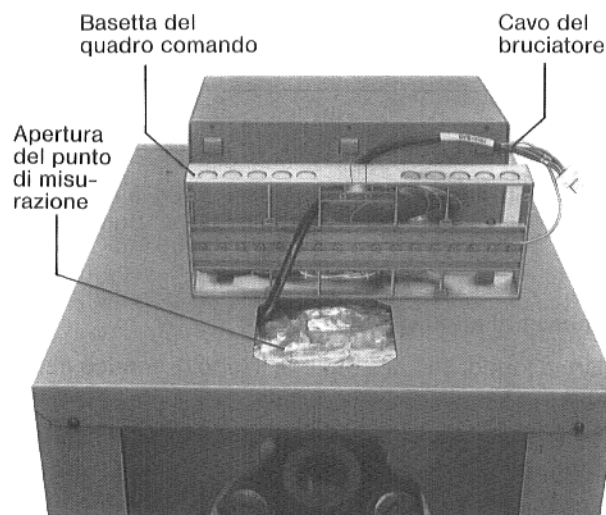

Fig. 12
6.1 Svitare la **piastra di copertura** del punto di misurazione (pozzetto) dal coperchio del mantello caldaia (Fig. 12).